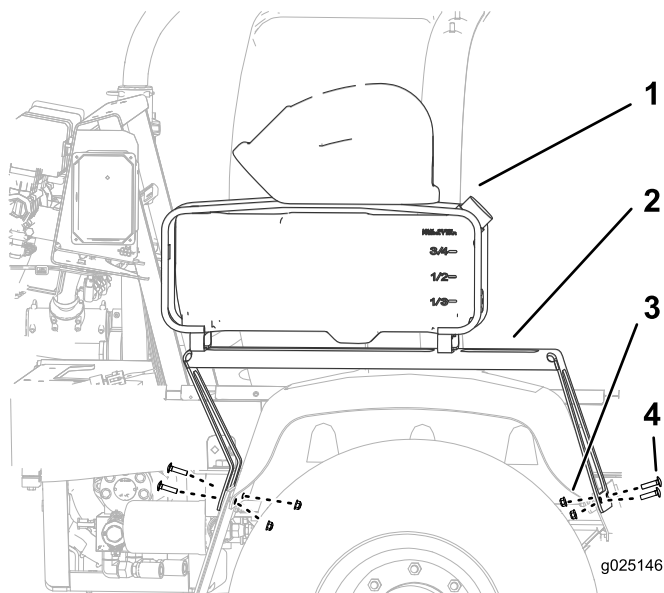

図 6
3. サポートブラケットの前脚についている穴を、フェンダブラケットの穴とフェンダの穴に合わせる 図 6。
4. サポートブラケットをフェンダブラケットとフェンダに固定する; キャリッジボルト5/16 x 1/4 インチ 2本とフランジロックナット5/16 インチ 2個で 図 6 のように固定する。
5. サポートブラケットの後脚についている穴を、泥はねガードの穴、フェンダブラケットの穴、フェンダの穴に合わせる 図 6。
6. サポートブラケットを泥はねガード、フェンダブラケット、フェンダに固定する; キャリッジボルト5/16 x 1/4 インチ 2本とフランジロックナット5/16 インチ 2個で 図 6 のように固定する。